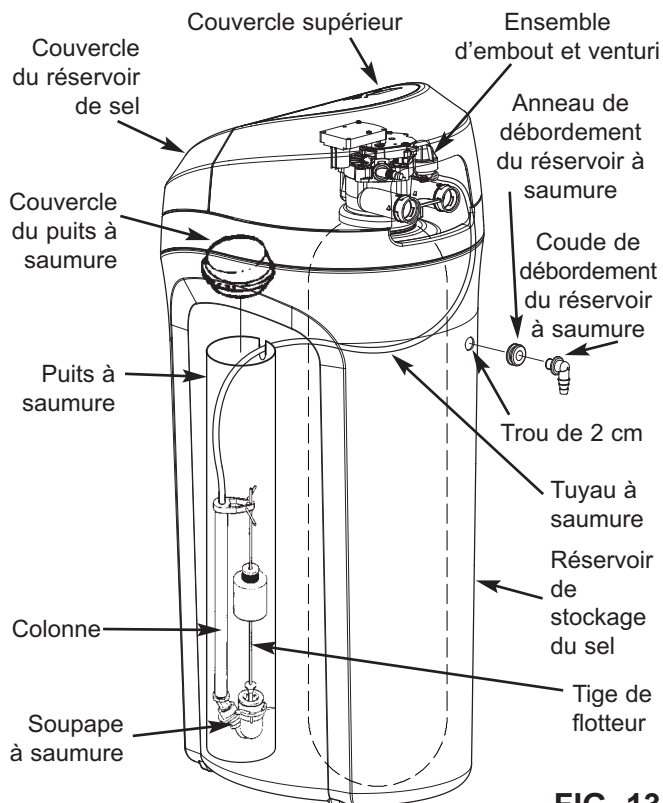

FIG. 13
1. Les modèles EcoPure sont assemblés à l'usine. Lors de l'installation, dégagez et enlevez le couvercle supérieur, ensemble avec le couvercle du réservoir de sel, pour exposer la soupape de le système de traitement de l'eau. Placez-la de côté pour éviter de l'endommager. Vérifiez que le puits à saumure est bien fixé et vertical (consultez la figure 13).